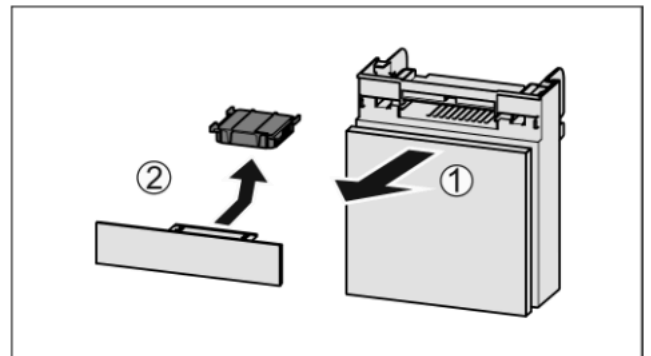

Fig. 102
- ▶ Estrarre il vano tirando in avanti Fig. 102 (1).
- ▶ Rimuovere il filtro a carboni attivi Fig. 102 (2).